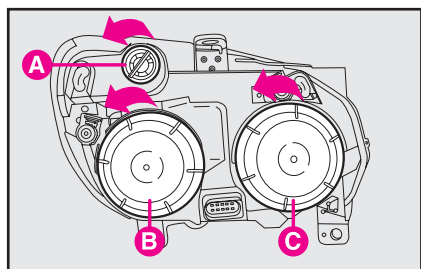

рис. 18
- 1) Снимите защитную крышку **С**, вращая ее против часовой стрелки (рис. 18);
- 1) Снимите защитную крышку **В**, вращая ее против часовой стрелки (рис. 18);
1) Снимите защитную крышку **В**, вращая ее против часовой стрелки (рис. 18);
1) Поверните и извлеките патрон **А** (рис. 18).